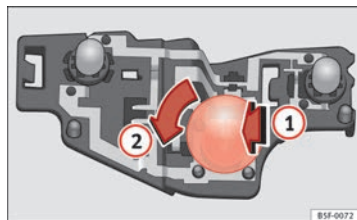

Fig. 156 Emplacement des ampoules sur le support d'ampoules.
- Insérez l'ampoule dans le support en appuyant légèrement ⇒ fig. 156 **1**, tournez-la ensuite vers la gauche **2** et retirez l'ampoule défectueuse.